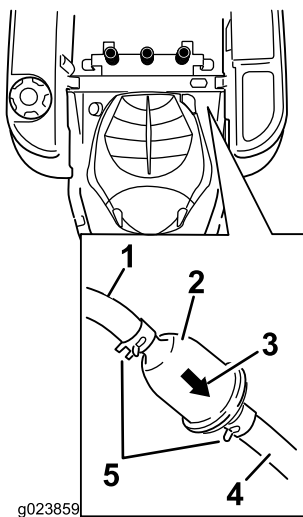

Figure 34
3. Trouvez l'emplacement du filtre à carburant sur le côté du moteur (Figure 34).
4. Pincez les extrémités des colliers et faites glisser ceux-ci pour les éloigner du filtre (Figure 34).
7. Rapprochez les colliers de flexibles du filtre (Figure 34) pour le fixer en place.